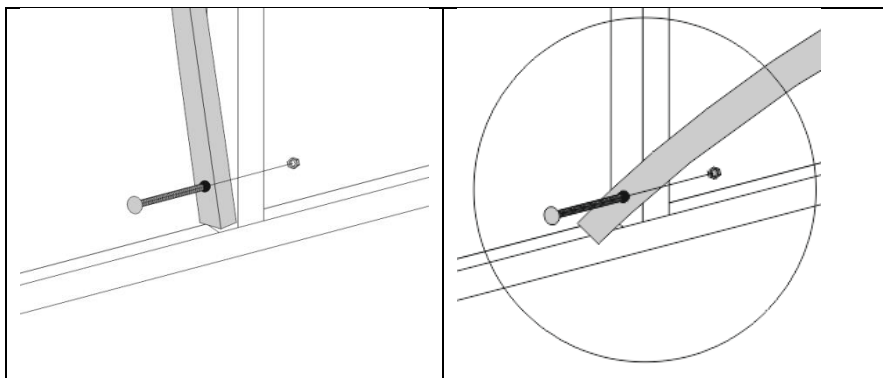

Рис.1
1. Соедините сварные детали каркаса изогнутой стяжкой под элементами деталей столешницы согласно отверстиям винтами длиной 80 мм (Рис. 1).